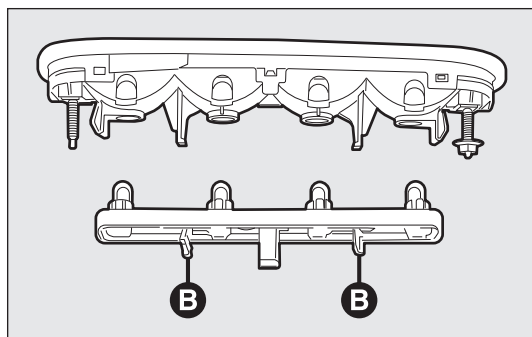

fig. 197
- extraire la douille en exerçant une pression sur les ailettes B-fig. 197;